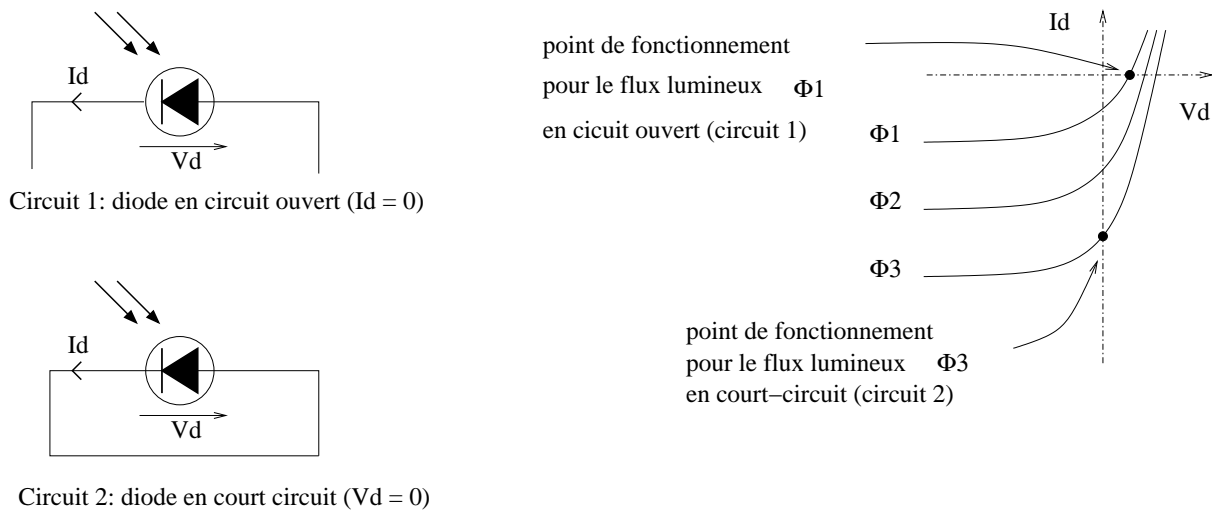

FIG. 7.3 – Utilisation d'une photodiode en mode photovoltaïque : la diode produit un courant ou une tension, selon le câblage.
- soit en court-circuit ($V = 0$) et c'est son courant de court-circuit qui est utilisé comme signal. Voir figure 7.3 .